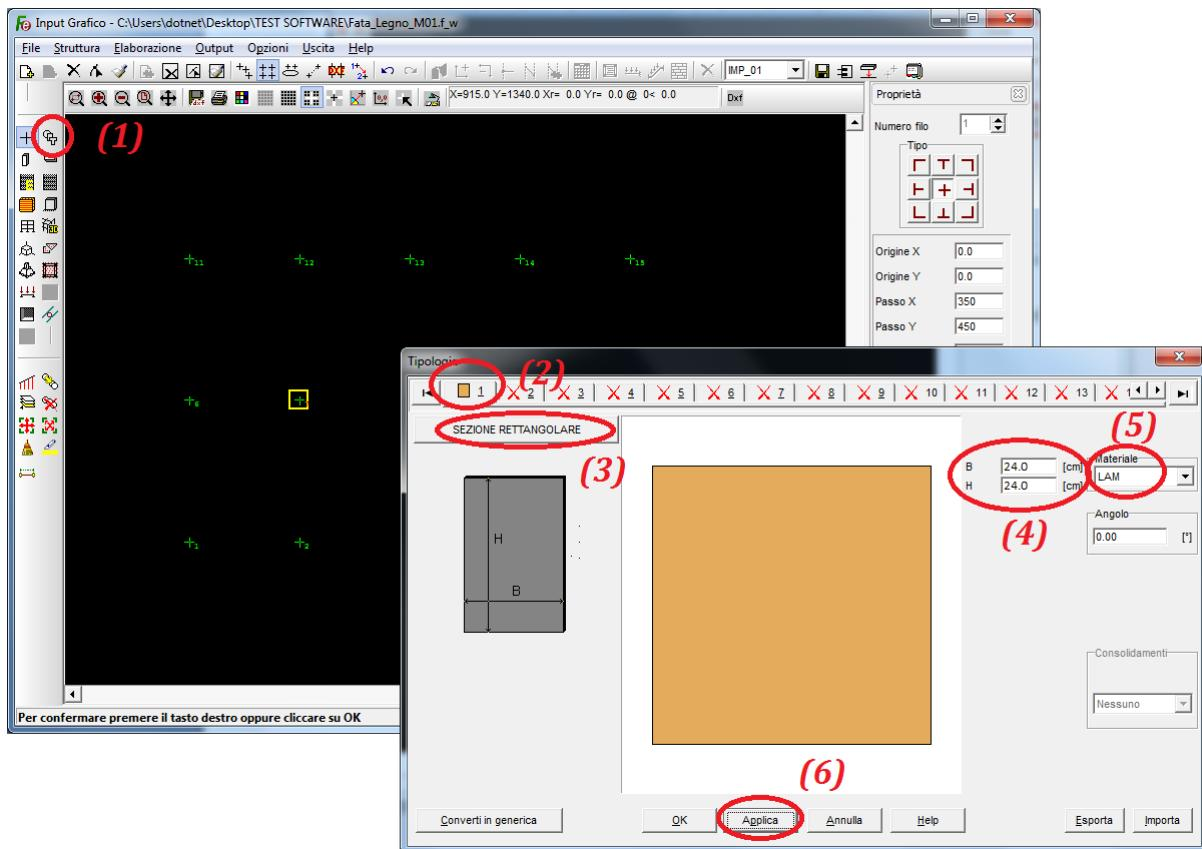

Figura 15
Con riferimento alla figura 15 cliccare, adesso, sul pulsante ‘*Tipologie travi e pilastri*’ per visualizzare la finestra ‘*Tipologie*’ (1) in cui sarà possibile definire tutte le sezioni trasversali relative agli elementi monodimensionali presenti nel modello di calcolo.